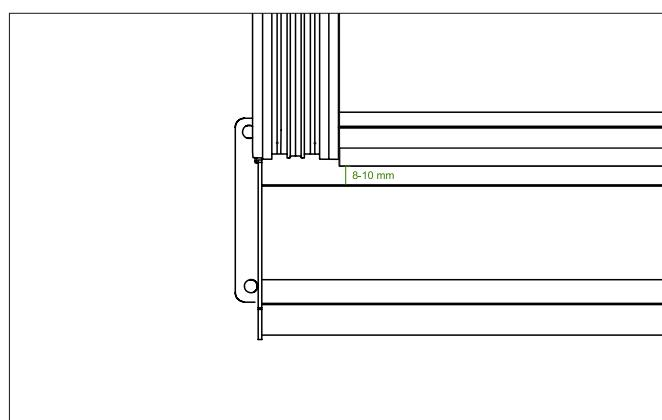

Abb. 2
2. Setzen Sie alle Platten nacheinander ein. Abstand zwischen der Kante von dem Rinnenprofil und der Klickleiste der Dachplatte soll bei ca. 8-10 mm liegen. Siehe Abb. 2.